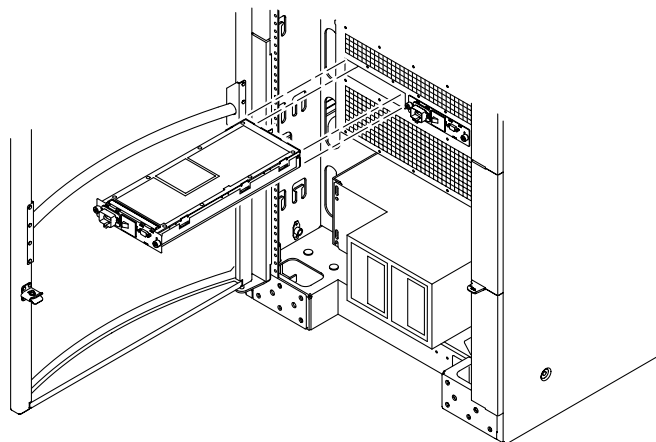

図 4-14 AC 入力ボックスの取り外し — Sun Fire 6800 システム
5. AC 入力ボックスをシャーシからスライドさせます (図 4-14)。